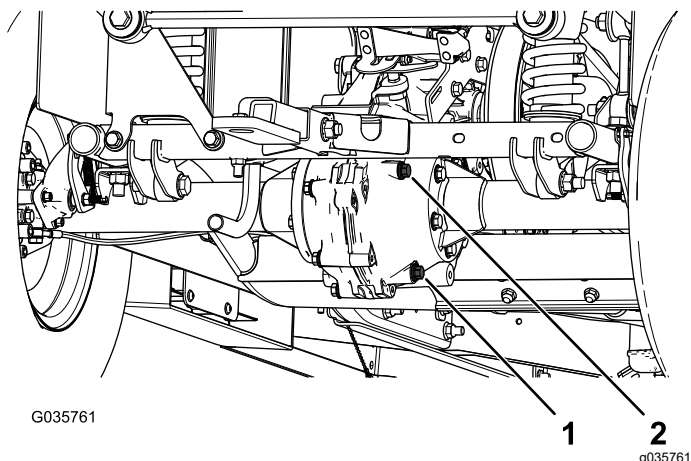

Figure 59
4. Enlevez le bouchon de remplissage de la boîte-pont (Figure 59).
5. Si le niveau de liquide est trop bas, enlevez le bouchon de remplissage et ajoutez le liquide spécifié jusqu'à ce qu'il ressorte par l'orifice (Figure 59).
1. Placez un bac de vidange sous le bouchon de vidange (Figure 59).
2. Enlevez le bouchon de remplissage et le joint (Figure 59).
3. Enlevez le bouchon de vidange et le joint et vidangez complètement le liquide (Figure 59).